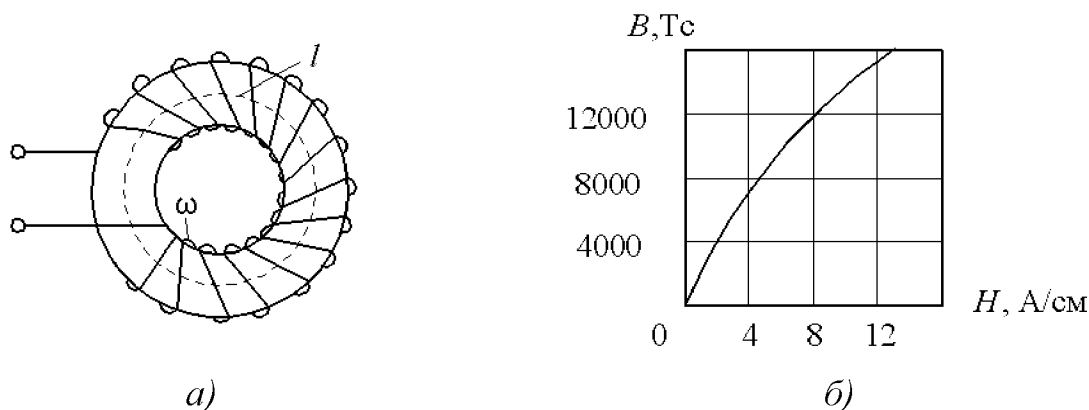

Рис. 5.14
5.2.63. Определить ток в катушке тороида (рис. 5.14, а), если магнитная индукция в ферромагнитном сердечнике составляет  $B = 1,2$  Тл. Кривая намагничивания сердечника изображена на рис. 5.14, б,  $l = 5$  см,  $w = 200$  витков.